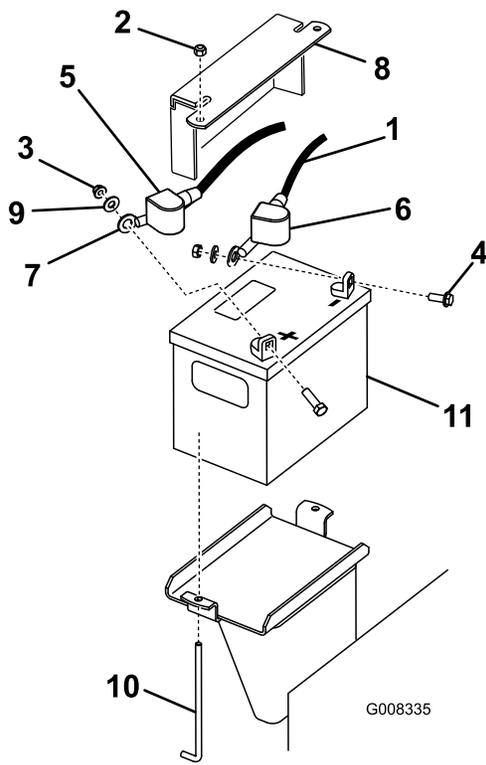

Figura 43
3. Togliete il cappuccio di gomma nero dal cavo negativo. Staccate il cavo negativo della batteria dal morsetto negativo (-) della batteria (Figura 43).
- Sfilate la guaina rossa del morsetto dal morsetto positivo (rosso) della batteria. Togliete quindi il cavo positivo (rosso) della batteria (Figura 43).
- Rimuovete la piastra di tenuta, i bulloni a J e i dadi di bloccaggio che fissano la batteria (Figura 43) e rimuovete la batteria.
- Posizionate la batteria nella macchina (Figura 43).
- Montate innanzi tutto il cavo positivo (rosso) della batteria sul morsetto positivo (+) della batteria con un dado, una rondella e un bullone.(Figura 43). Infilate il cappuccio di gomma sul polo.
- Montate quindi il cavo negativo della batteria e il filo di messa a terra sul morsetto negativo (-) della batteria con un dado, una rondella e un bullone.(Figura 43). Infilate il cappuccio di gomma sul polo.